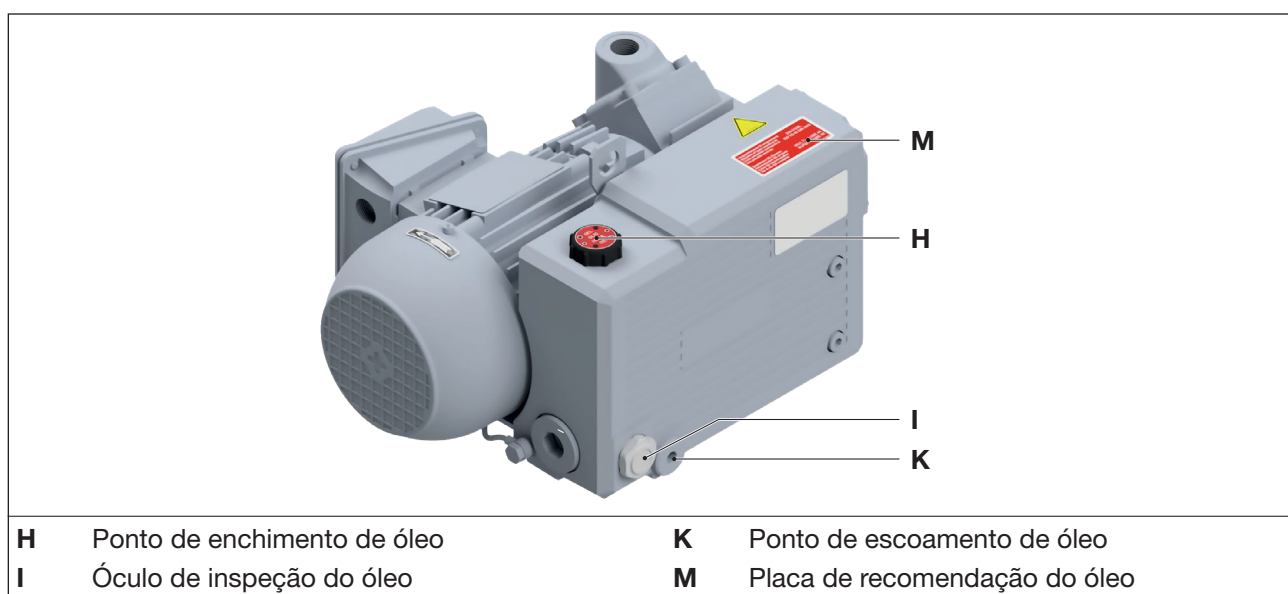

Fig. 7 Troca de óleo
Como meio de serviço recomendamos a utilização dos seguintes óleos Elmo Rietschle indicados na placa de recomendação de óleos (Fig. 7/M) e Tab. 3 na página 29:
- Abrir o fecho do ponto de enchimento com óleo (Fig. 7/H) e encher com óleo até ao bordo superior do óculo de inspeção (Fig. 7/I).
- Abrir o bujão do ponto de enchimento de óleo (Fig. 7/H), o bujão do ponto de drenagem do óleo (Fig. 7/K) e escoar totalmente o óleo usado.
- Fechar o ponto de drenagem do óleo (Fig. 7/K) e encher com óleo novo no ponto de enchimento do óleo (Fig. 7/H).
- Controlar mensalmente o nível do óleo no óculo de inspeção (Fig. 7/I).
- b) Soltar os dois parafusos (Fig. 7/s₃) na tampa de descarga (Fig. 7/T) incluindo a vedação da bomba.
- c) Desaparafusar o elemento de separação de óleo do ar (Fig. 7/L) no sentido contrário ao dos ponteiros do relógio com uma chave combinada (chave de 10 mm) e descartá-lo de forma ecológica.
- d) Verificar se o O-Ring (Fig. 7/d) do novo elemento de separação de óleo do ar está corretamente assente e lubrifique-o ligeiramente.
- e) Insira o novo elemento de separação de óleo do ar (Fig. 7/L) e aparafuse-o no sentido dos ponteiros do relógio. Binário de aperto: 15 Nm
- f) Monte a tampa de descarga (Fig. 7/T) com os dois parafusos (Fig. 7/s₃). Binário de aperto: 6 Nm